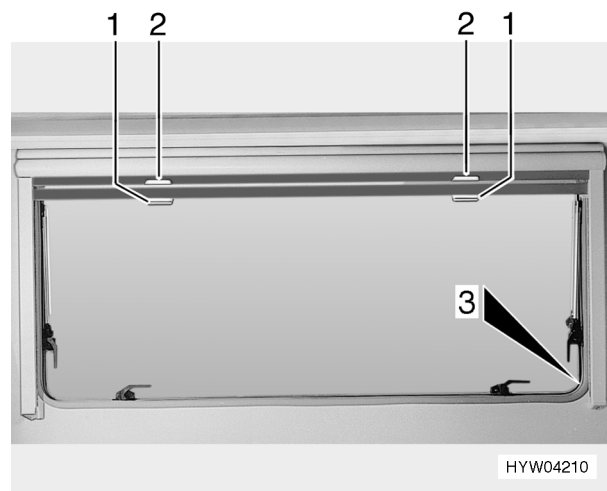

Bild 35 Ausstellfenster (Variante 1)
- Verdunklungsrollo am Griff (Bild 35,2) nach unten ziehen. Wenn das Verdunklungsrollo ganz geschlossen wird, das Verdunklungsrollo auf beiden Seiten des Fensterrahmens in die Arretierung (Bild 35,3) einhängen.
- Insektenschutzrollo am Griff (Bild 35,1) nach unten ziehen und auf beiden Seiten am Fensterrahmen in die Arretierung (Bild 35,3) einhängen.
- Griff (Bild 35,1) nach unten drücken und den Griff dabei leicht nach vorne kippen. Das Insektenschutzrollo aus den Arretierungen links und rechts am Fensterrahmen aushängen.